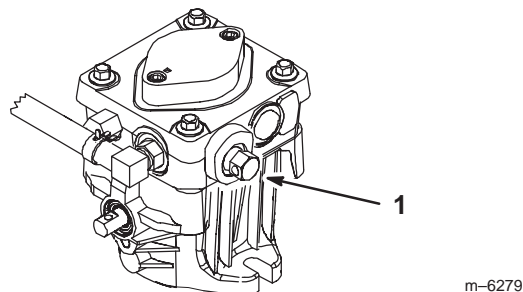

Figure 28
2. Tournez les vannes de dérivation d'un tour dans le sens anti-horaire pour pousser la machine. Cela permet au liquide hydraulique de contourner la pompe et aux roues de tourner (Fig. 28).
Vissez les vannes de dérivation pour utiliser la machine (Fig. 28).